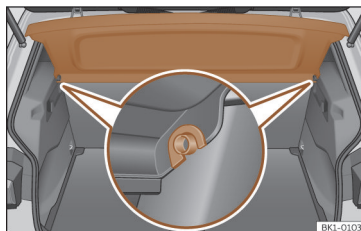

Fig. 135 En el maletero: desmontar y montar la bandeja.
- Desencaje la bandeja de los soportes laterales >>> **fig. 135** tirando de ella hacia arriba y extraiga la bandeja.
- Introduzca la bandeja horizontalmente haciendo coincidir la "herradura" sobre el eje de los soportes >>> **fig. 135**, y presione hacia abajo hasta que encastre.